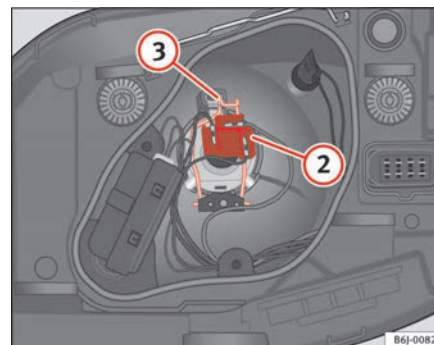

Abb. 153 Abblend- /
- Ziehen Sie den Stecker ⇒ Seite 237, Abb. 153 ② von der Lampe ab.
- Die Haltefeder ⇒ Seite 237, Abb. 153 ③ durch Eindrücken und Rechtsdrehung abnehmen.